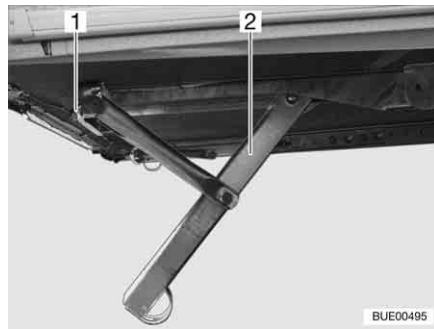
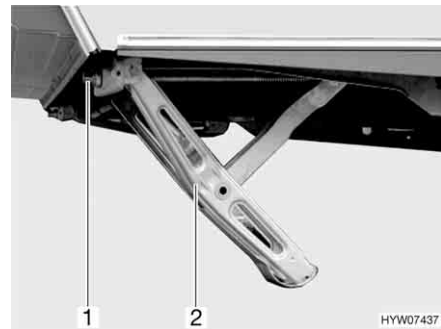

Fig. 22 Piedini di stazionamento a manovella abbassati (variante 1)
Fig. 23 Piedini di stazionamento a manovella abbassati (variante 2)
- Inserire la manovella in dotazione di serie nell'esagonale (Fig. 22,1, Fig. 23,1 o Fig. 24,1) del piedino di stazionamento a manovella (Fig. 22,2, Fig. 23,2 o Fig. 24,2).